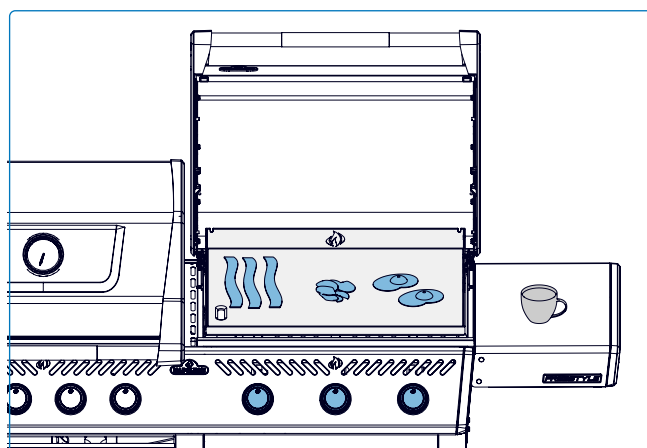

Fig. 18
- Surveillez la température de la surface au besoin pour maintenir une chaleur de cuisson adéquate (**Fig. 18**).